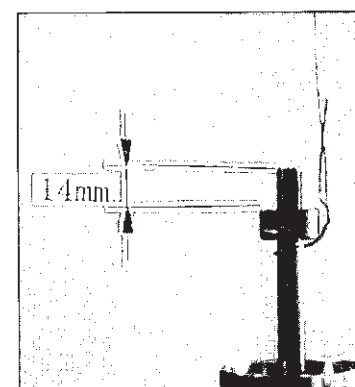

Fig. 9
- 20) Sollevare l'asta del pistone con il filo di ferro, spingere in basso il collare della molla e posizionare l'anello di fermo tra il dado di bloccaggio ed il collare come mostrano le figure 9, 10 e 11.